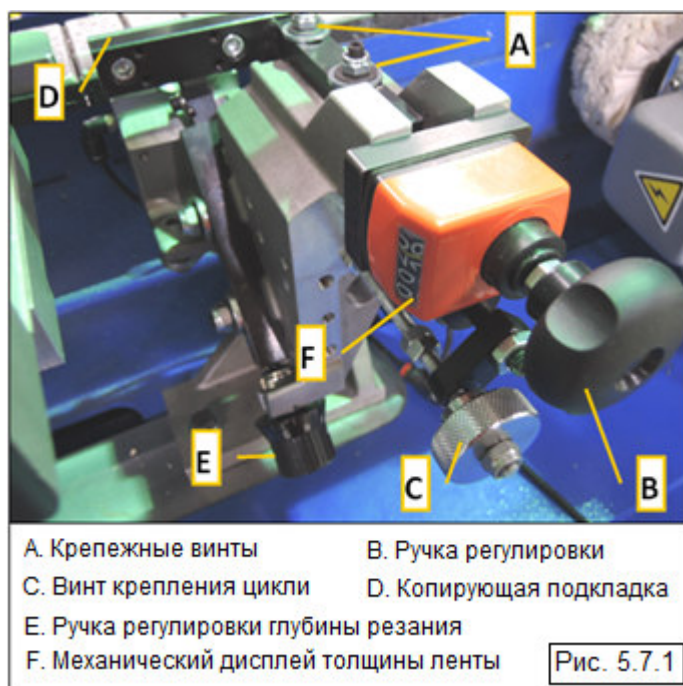

Рис. 5.7.1
- Главным образом радиус определяется горизонтальной копирующей подкладкой D (Рис. 5.7.1).
2. Ослабьте 2 винта A (Рис. 5.7.1), затем отрегулируйте глубину резания с помощью ручки B. Производите регулировку до тех пор, пока отображаемое значение не будет совпадать с толщиной используемой ленты.
3. Затяните 2 винта A (Рис. 5.7.1).